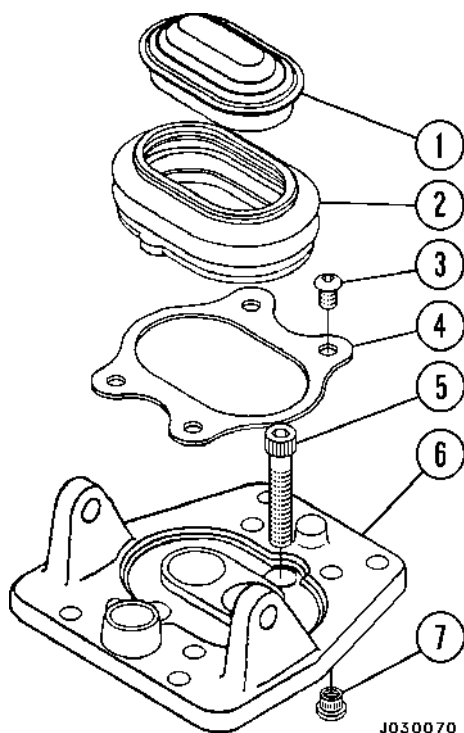

FIGURA 3-4 TAPA DEL ACCIONADOR Y PROTECCIÓN
6. Saque los cuatro pernos allen (3, Figura 3-4) que aseguran la placa de retención de la protección (4).
7. Saque la placa de retención de protección (4), protección (2) y la tapa del accionador (1) como un conjunto tomando la protección y sacándola lentamente desde el cuerpo de la válvula.
9. Saque y elimine el O-Ring (22) y los sellos delanteros (23).
10. Suelte las tuercas de seguridad del émbolo del accionador (2). Suelte el perno de las bridas de ajuste (1).
12. Saque los dos pernos (5, Figura 3-4) que sujetan la base del accionador (6) al cuerpo de la válvula.
3. Coloque el carrete del regulador (8) en su camisa (14). Empuje el carrete levemente a través de la camisa. El carrete debe ser capaz de moverse libre y suavemente por toda la camisa. De no ser así, se debe cambiar. Nunca cambie sólo el carrete o la camisa. Estos se deben cambiar como un conjunto.
5. Inspeccione los insertos roscados (7, Figura 3-4) en la base del accionador (6). Si cualquiera de los hilos está dañado, debe cambiar los insertos.
1. Si se sacó algún inserto roscado (7, Figura 3-4) de la base del accionador (6), coloque la base del accionador mirando hacia abajo en el banco de trabajo y apóyela directamente debajo de cada uno de los cuatro orificios de montaje.
1. Examine la protección (2, Figura 3-4) para ver que no haya grietas, desgarros y otros daños. Si el daño es evidente, se debe cambiar la protección.
2. Si está dañada, saque la protección de la tapa del accionador (1) y deseche la protección antigua. Limpie muy bien los costados de la tapa usando un cuchillo o un rascador adecuado para raspar el borde donde la tapa hace contacto con la protección. Limpie muy bien la tapa para sacar todo el adhesivo o restos de la protección antigua..